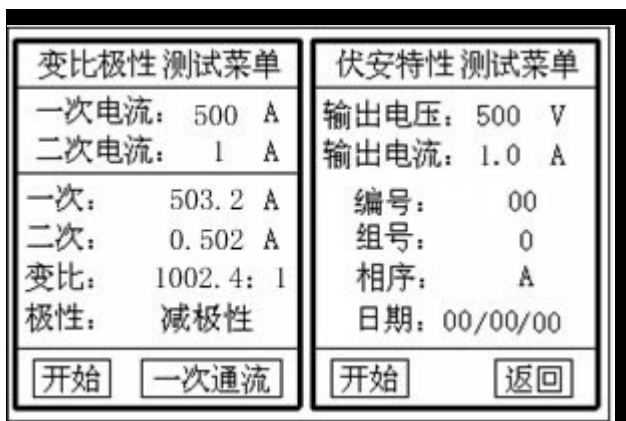

图 5
进行电流互感器伏安特性测试及变比、极性测试时，请移动光标至 **CT 测试**，选择进入 CT 测试，界面见图 5。
- **返回**：光标移动至此选项，按下即退回上一界面（图 5）。